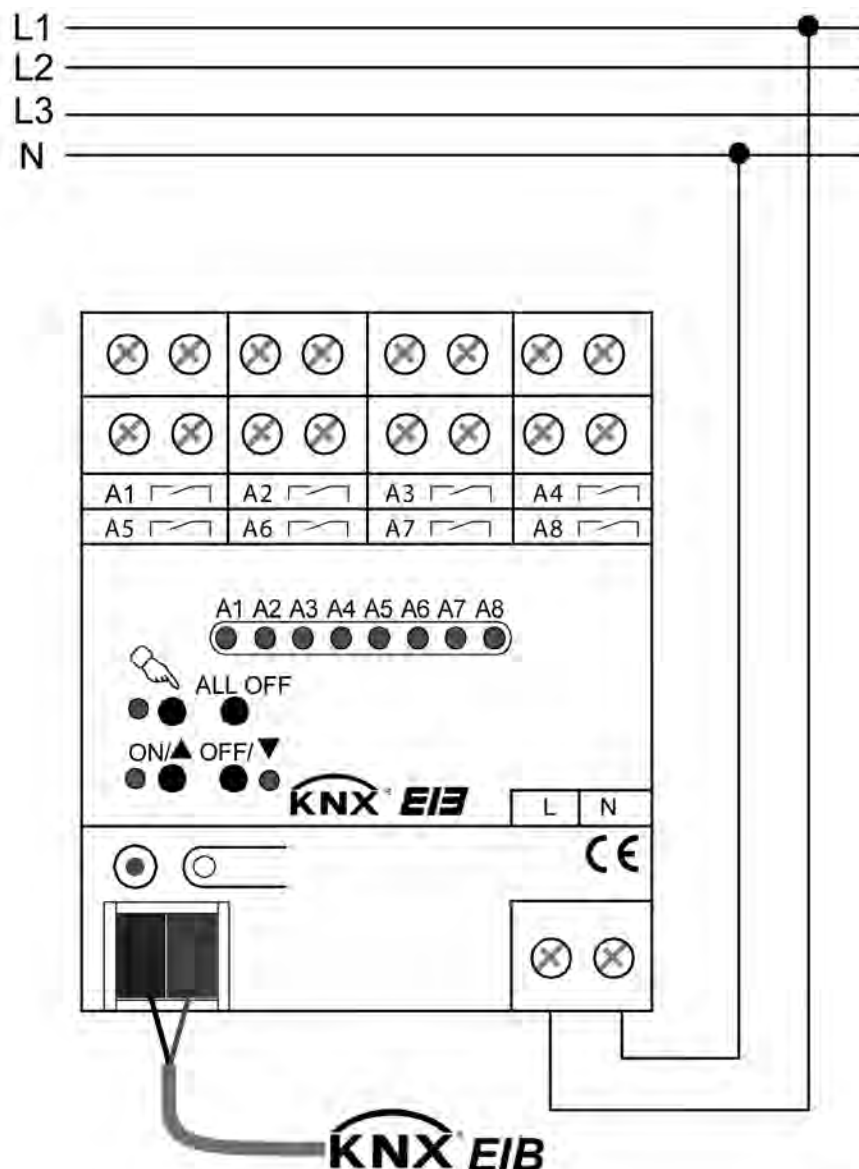

Bild 2: Elektrischer Anschluss der Netzspannungsversorgung
- Der Busanschluss (Standard-Busklemme) und der Anschluss der Netzspannungsversorgung ist gemäß folgendem Anschlussschema vorzunehmen (Bild 2).